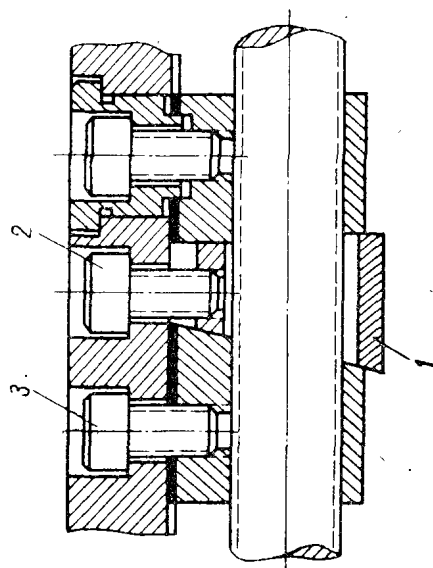

Рис. 17.
6. Мертвый ход винта поперечного перемещения суппорта, возникающий при износе гайки винта поперечной подачи, выбирается клином 1 и винтом 2 (рис. 17). Для этого необходимо